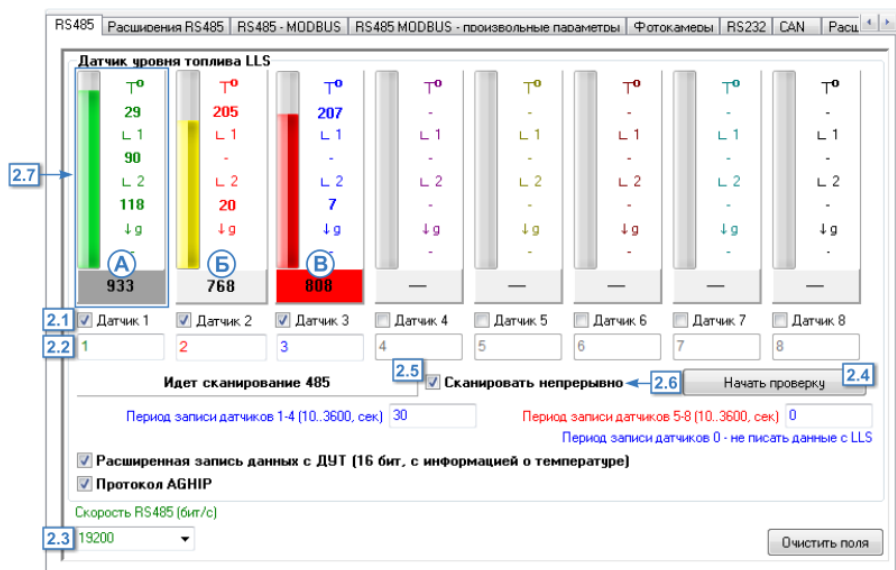

Рис.45. Диагностика датчиков уровня топлива.
- на вкладке «RS485» configurатора выбрать проверяемые датчики, установив галочки напротив нужных датчиков (**Рис.45, п. 2.1**). По умолчанию в программе сетевой адрес датчика соответствует порядковому номеру датчика. Для того чтобы изменить сетевой адрес датчика в программе, необходимо задать нужный адрес в поле под опцией «Датчик 1 (2..8)» (**Рис.45, п.2.2**).
- настроить адрес шины RS-485 (Рис.45, п.2.3).
- начать проверку подключенных датчиков, нажав кнопку «Начать проверку» (Рис.45, п.2.4). В ходе проверки отображается сообщение «Идет сканирование 485» (Рис.45, п.2.5). По умолчанию сканирование длится 20 секунд и автоматически прерывается. Для того чтобы сканирование длилось непрерывно, нужно установить галочку напротив опции «Сканировать непрерывно» (Рис.45, п.2.6).
- Состояние работы датчика отображается при помощи индикаторов и шкалы. В процессе сканирования шкала показывает уровень и температуру топлива (в °C) (Рис.45, п.2.7). Если проверяются датчики TKLS и в приборе включен протокол AGNIP, то прибор считает и отобразит углы наклона продольных и поперечных осей датчика, а также величину ускорения, приложенного к датчику.